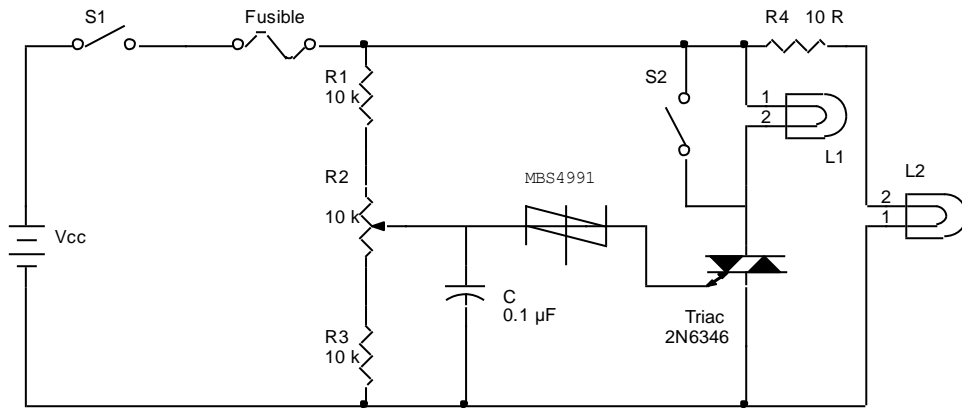

Figure 13-1 : Circuit de protection « crowbar ».
- 2. Faites le montage du circuit de la figure 13-1 et assurez-vous d'ouvrir les interrupteurs S1 et S2 et que le potentiomètre soit à la valeur minimale, soit du coté de R3.**